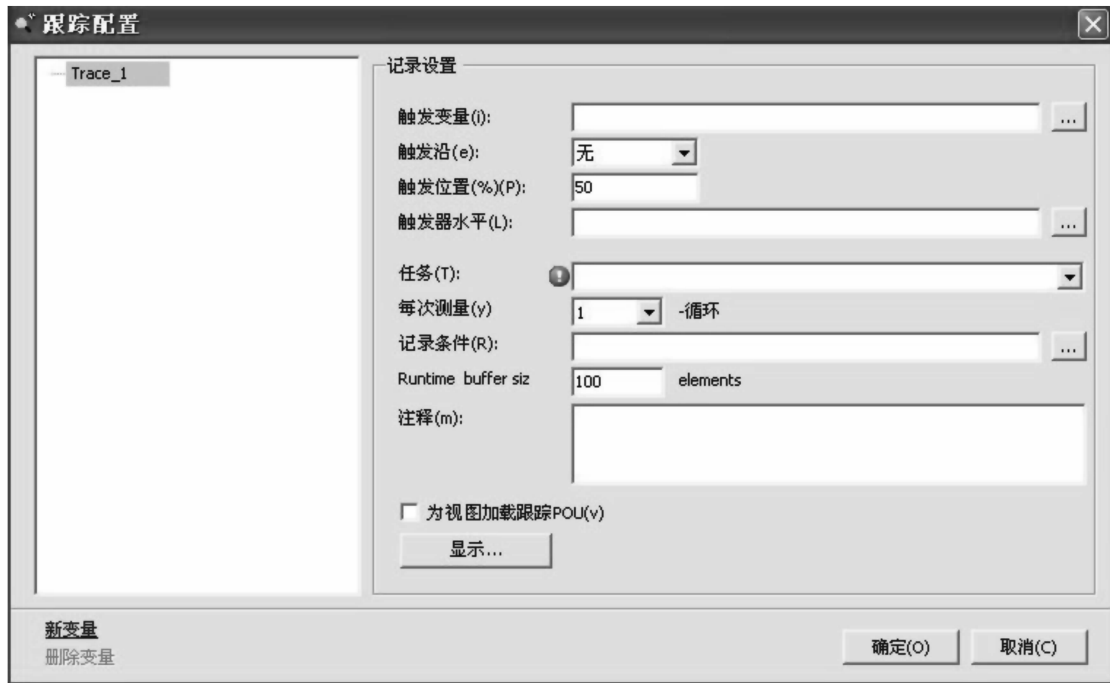

图 8-41 跟踪配置框
4) 在图 8-41 中, 点击配置, 打开配置框。在此配置框中有触发变量的选择, 即记录的启动是基于这个变量状态的变化的。比如, 记录一台电动机起动过程中, 速度、位置的情况。我们就可以定义电动机的速度为触发变量, 触发沿为速度的上升沿, 触发器水平为 10, 即当电动机速度上升到 10 后即启动电动机速度、位置记录。当然, 我们也可以定义启动电动机的信号作为触发信号, 触发沿为上升沿, 触发水平为启动信号接通, 即“1”或 true。在跟踪配置中, 触发位置是指触发后的曲线记录占整体记录画面的百分比。比如说 50%, 即在整个记录画面, 启动记录是从记录画面的中间开始的。